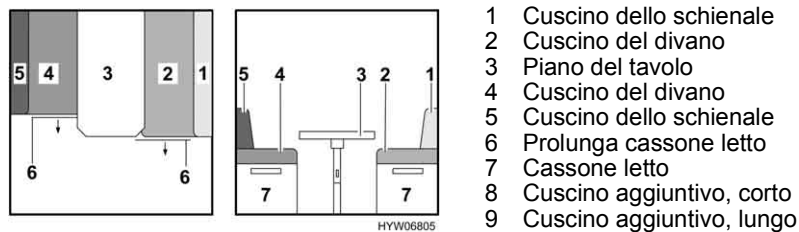

Fig. 37 Prima della trasformazione
- Sollevare leggermente il piano del tavolo in avanti (Fig. 37,3).
- Sistemare i due cuscini del divano (Fig. 37,2 e Fig. 37,4).